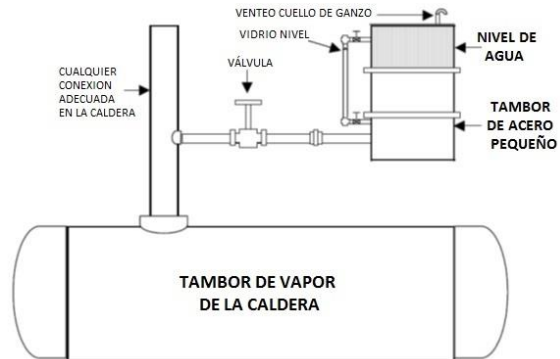

Figura 1. Montaje a tener en cuenta para la instalación del sistema de sellado.
- Después de llenar la caldera, conecte un tanque de que sirva para mantener el nivel de la caldera, como por ejemplo, una bombona de 55 gal (210 L.), que contenga una solución de productos químicos para tratamiento o un tanque de nitrógeno con una presión de 5 psig (0.35kg/cm²) el cual debe conectarse al respiradero de vapor (Ver figura 1). Este suministro compensará los cambios volumétricos resultantes de las variaciones de temperatura y mantendrá el sistema libre de la entrada de aire.